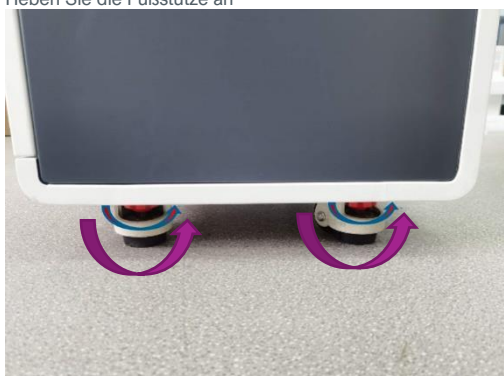

Abbildung 4.
- 2) Montieren Sie das Förderband auf den Schrank, indem Sie die 4 Gummipuffer in die Löcher auf der Oberseite des Schrankes einsetzen. (Abbildung 4.)